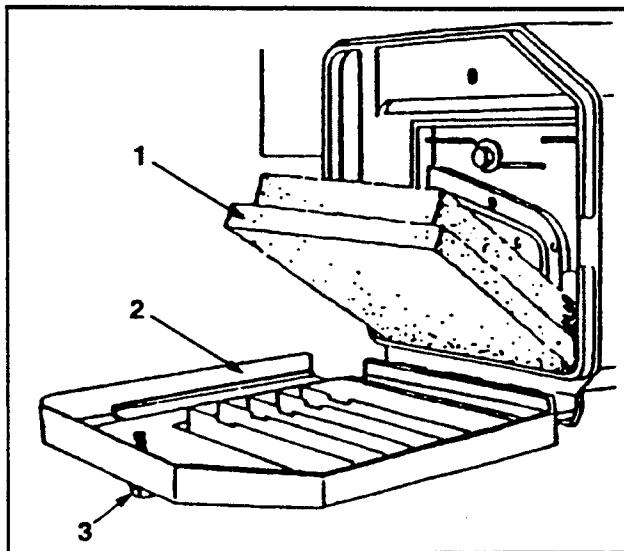

Figure 18
2. Dévisser le bouton de fixation jusqu'à ce que le couvercle puisse être retiré. Nettoyer le couvercle soigneusement (fig. 18).
3. Si l'élément en mousse est encaissé, le retirer du boîtier de filtre à air (fig. 18) et le nettoyer soigneusement.